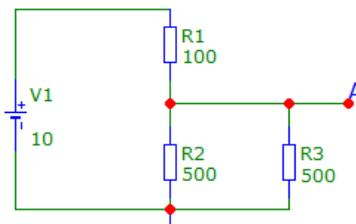

Рис. 2.11 - Схема резистивного делителя напряжения
1. Нарисовать в графическом редакторе программы Micro-Cap резистивную схему в соответствии с Рис. 2.11.
2. Самостоятельно (или используя MathCAD [6,7]) аналитически рассчитать напряжение в точке А схемы Рис. 2.11 (относительно общего провода – «земли»).